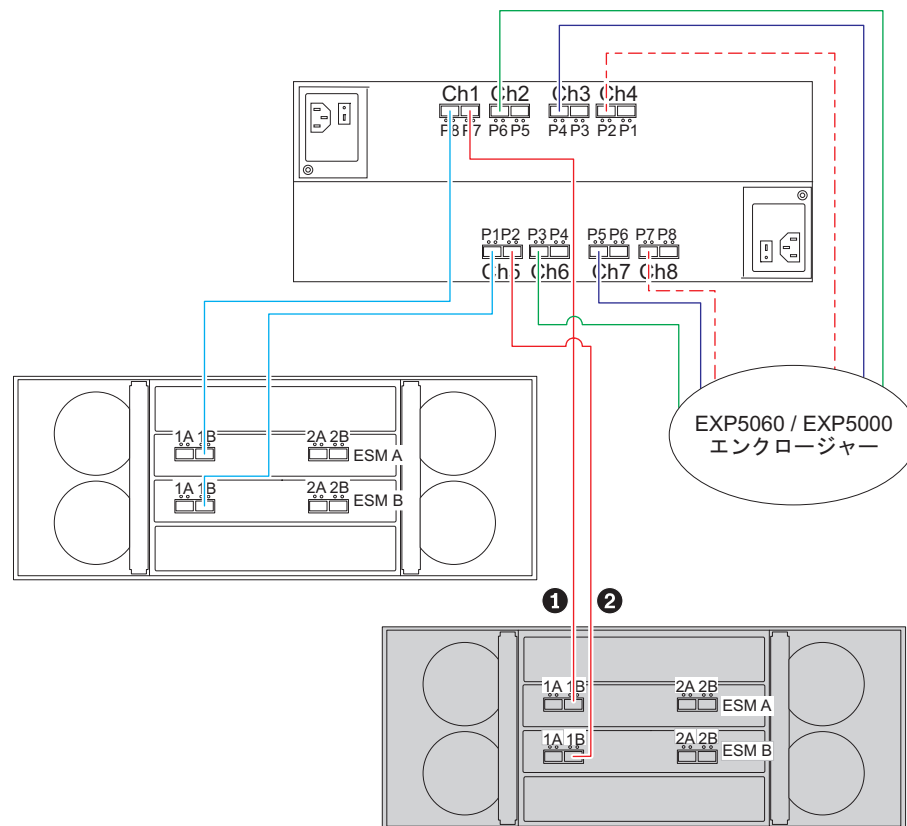

図 44. EXP5060 をデュアル・ポート・ドライブ・チャンネルの第 2 のポートに追加する場合
- 装置が接続されていないドライブ・チャンネルがない場合は、EXP5060 エンクロージャーを、99 ページの図 44 のように、接続されていない第 2 のポートがあるコントローラー・デュアル・ポート・ドライブ・チャンネルに追加してください。